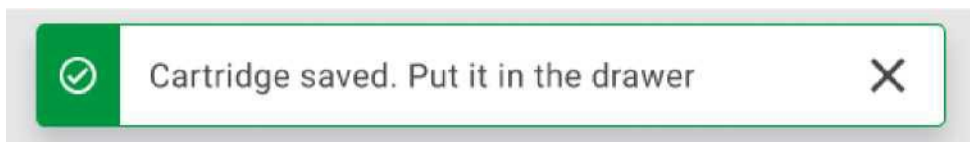

Рис. 59. Экран сохранения картриджа
10. После успешного сканирования в верхней части экрана ненадолго появится следующее диалоговое окно (рис. 59).